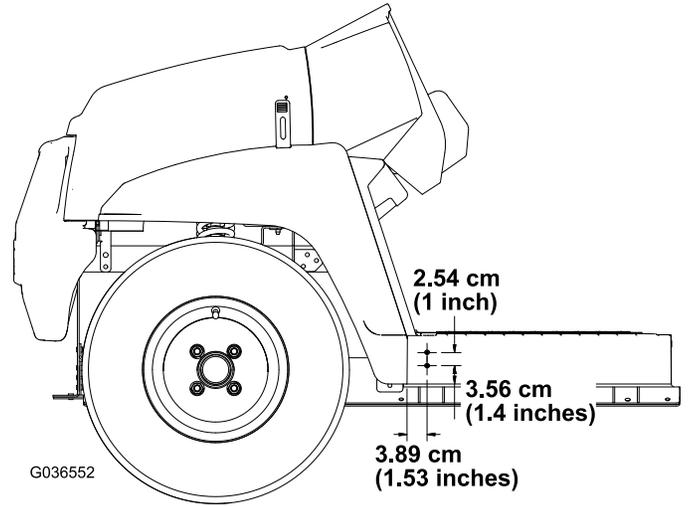

図 29
1. 機体の左右のフロアプレートの外側の、図 29に示された寸法位置に、直径 8mm の穴を 2ヶ所開ける。